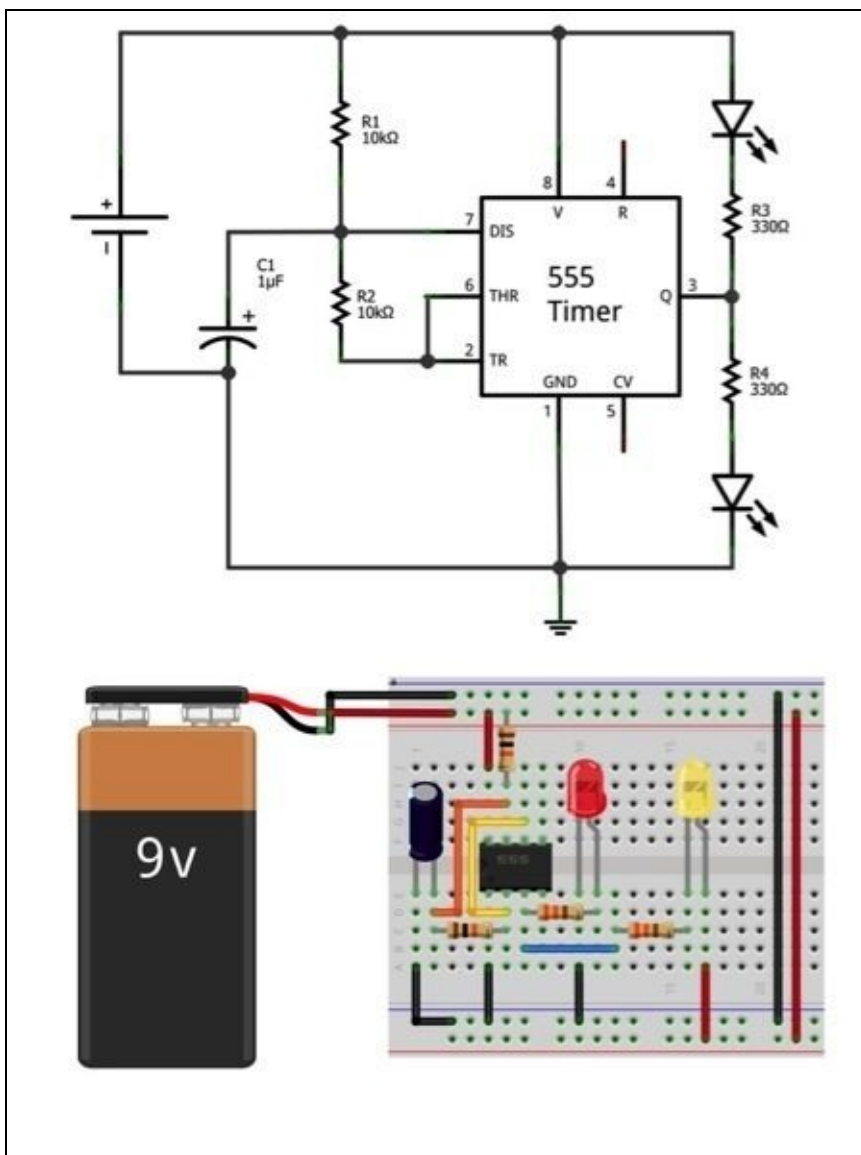

Figura 5.40 Schema elettrico e circuito di un lampeggiatore variabile con un 555.
Come si può vedere dalla Figura 5.40, collegando due LED all'uscita (3) del 555 si potrà alternare la loro accensione creando una semplice linea di ritardo RC agli ingressi Trigger (2) e Discharge (7).